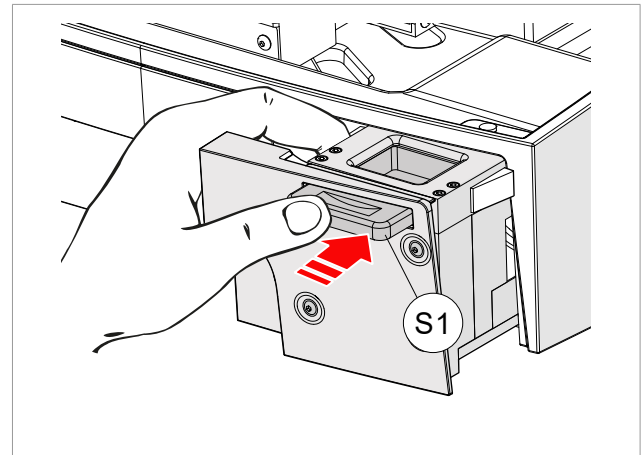

Bild 64
- 1) Die Schublade (S) vollständig herausziehen.
- 2) Mit einer Hand die Schublade festhalten und den Griff (S1) drücken (Bild 64).